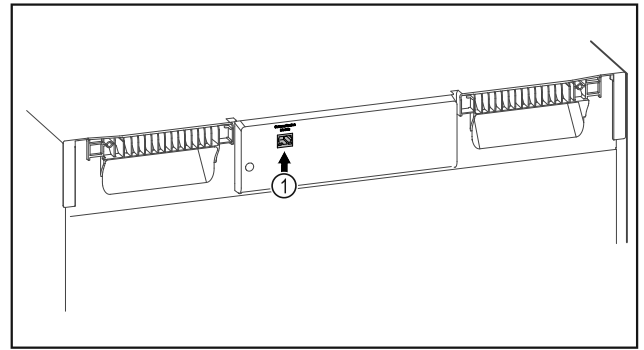

Fig. 86
- Le SmartModule Fig. 86 (1) est en place.